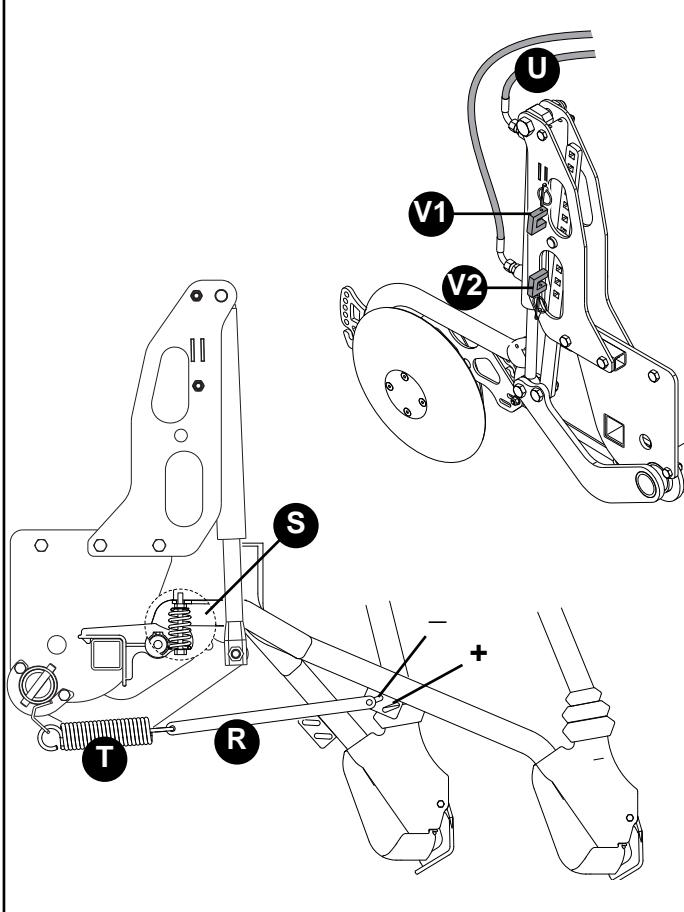

fig. 39
Die Blöcke (V1-V2, Abb. 39) begrenzen jeweils des Höchst- und Mindestdruck der Säscharenreißer und dienen als Endanschlag des ölhdraulischen Zylinders.
Nur mit Stiefelscharenreißern ist als Zubehör eine Feder (S, Abb. 39) verfügbar, die das Gewicht des einzelnen komplett entlasteten Federelements (T) annulliert. Dadurch wird eine oberflächliche Saatgutsstreuung ermöglicht.